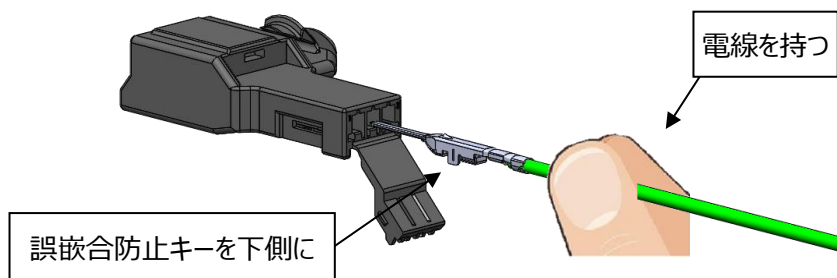

図 24.端子挿入方向
- ①端子が正しく圧着されているか、傷・変形・異物の付着が無いかを確認して下さい。
- ②図 24 に示す様にメス端子挿入時は電線を持って挿入して下さい。
- ③図 24 に示す向きで該当するハウジングのコアホールに突き当たるまで挿入して下さい。
- ④メス端子挿入後は、電線を軽く手前に引き、係止されているかを確認して下さい。